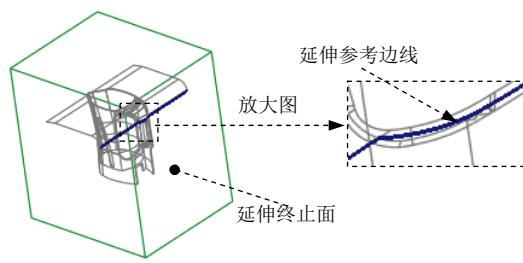

图 17.16 延伸参考边线
- (1) 选取图 17.16 所示的复制曲面的边线。
- (2) 单击 **分型面** 功能选项卡 **编辑** ▾ 区域的 延伸 按钮，此时出现 **曲面延伸：曲面延伸** 操控板。
- (3) 选取延伸的终止面。在操控板中按下 按钮，选取图 17.16 所示的坯料表面为延